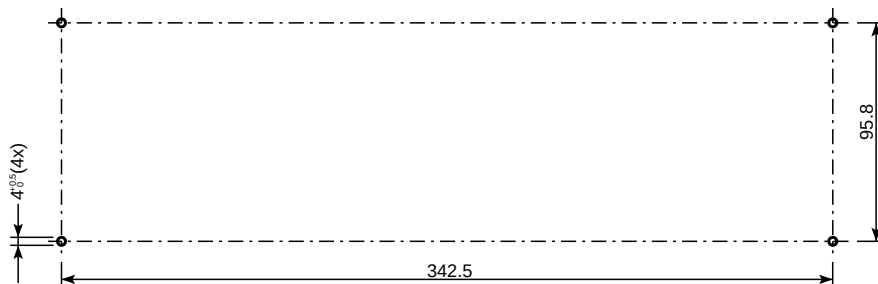

Fig. 6
- Sobre una mesa. Para ello, taladrar cuatro agujeros en la mesa como se indica en la Fig. 6 y sujete la unidad central con cuatro tornillos M3.